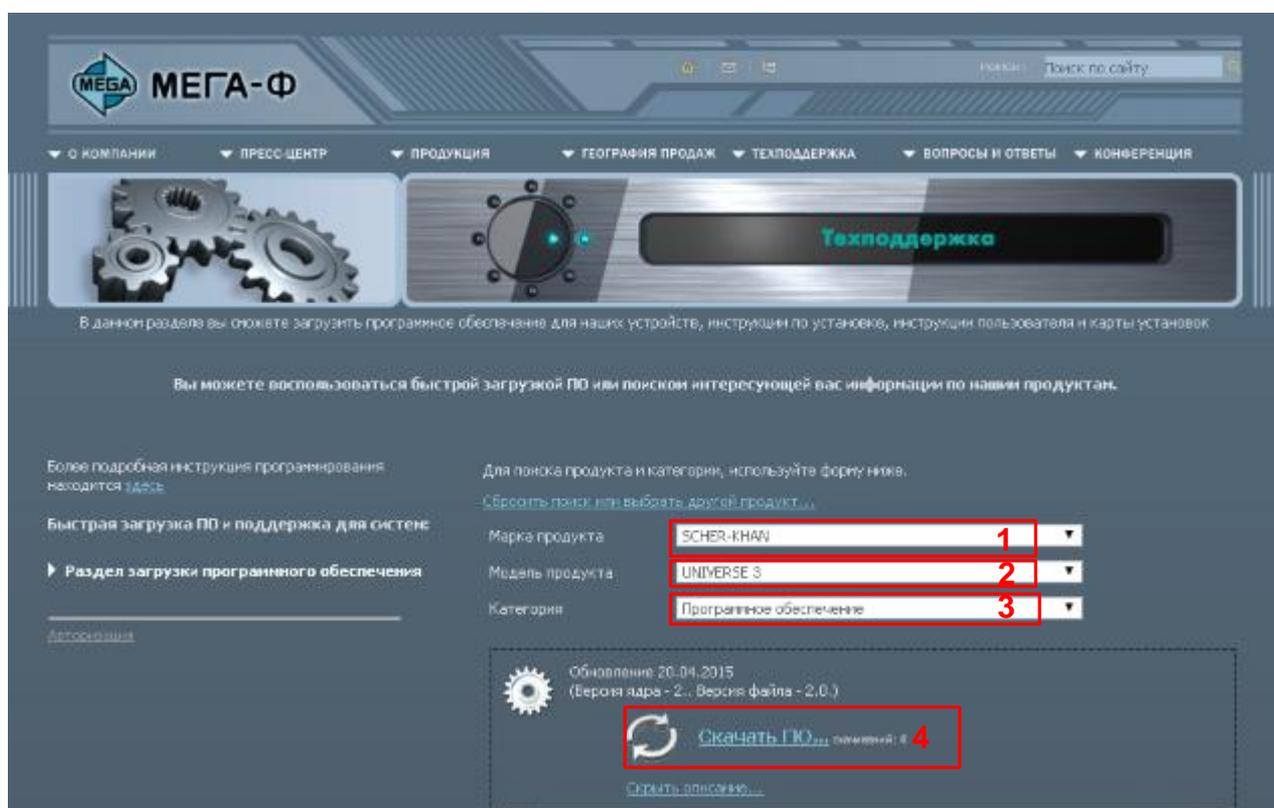

Рис. 1. Страница <http://support.mega-f.ru/select.php>.
- В поле «Марка продукта» выбрать SCHER-KHAN, см. вставку 1 на рис. 1.
В поле «Модель продукта» выбрать UNIVERSE 3, см. вставку 2 на рис. 1.
В поле «Категория» выбрать Программное обеспечение, см. вставку 3 на рис. 1.
Появится виртуальная кнопка «Скачать ПО», см. вставку 4 на рис. 1, нажать на неё.